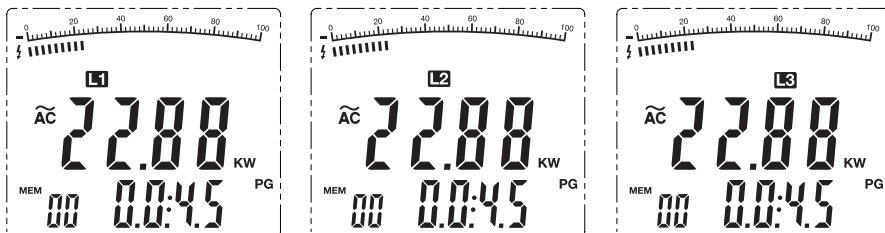

图 8
3. 将排料器为千瓦。双显示屏会显示激活功率(千瓦)值和相位角度(PG) 的价值。
4. 按下L1-L2-L3) 按钮以选择第一个阶段L1(请参阅图8)。
5. 按下“ Σ ”按钮,保存并将测量值总和为L1。(见图8)
8. 按下“ Σ ”按钮,保存并将测量值总和为2。(图8)。主显示屏显示功率阶段L2和辅助显示屏显示的相位角(PG)。
11. 按下“ Σ ”按钮,保存并将测量值总和为L3。(图8)
4. 按下L1-L2-L3”按钮以选择第一个阶段L1(请参阅图8)。主显示屏显示为第二阶段的千瓦级风机L1和辅助显示屏显示的相位角(PG)。
8. 按下“ Σ ”按钮,保存并将测量值总和为L3。(图8)